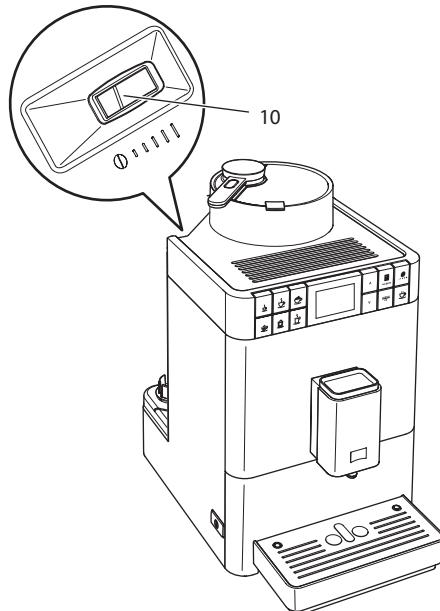

Fig. 18: Palanca para ajustar del nivel de molido
- » En la carcasa aparece la palanca "Ajuste de nivel de molido" (10).
2. Mueva la palanca hacia la izquierda o derecha, como se muestra en Fig.18.